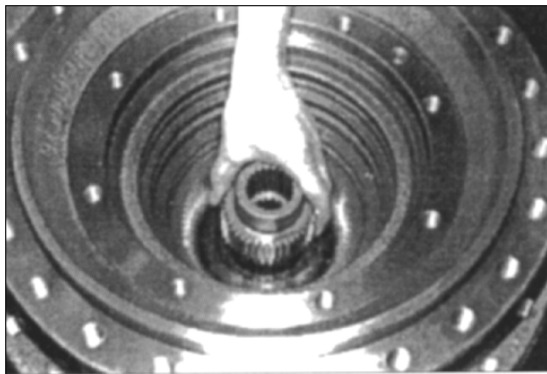

Рис. 117
27. Установите тормозной вал, поворачивая блок редуктора. Рис. 117.